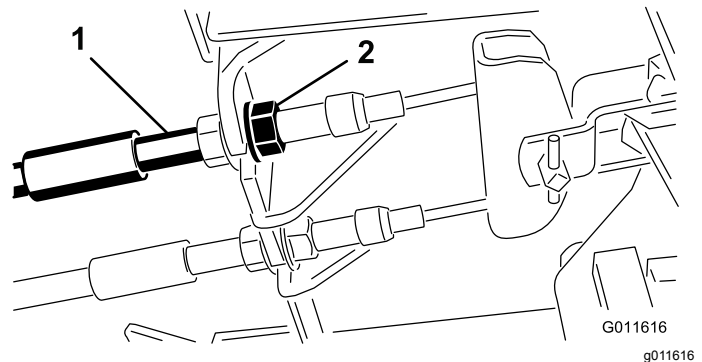

Рисунок 45
1. Чтобы уменьшить свободный ход тормозных педалей, затяните тормоза, ослабив переднюю гайку на резьбовом конце троса тормоза (**Рисунок 45**).